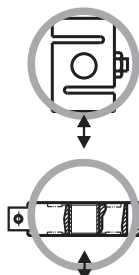

图4
- 5、本机用于测试推力或拉力（图4），严禁在测试杆弯曲或者拧紧的方向用力（图5、6）；